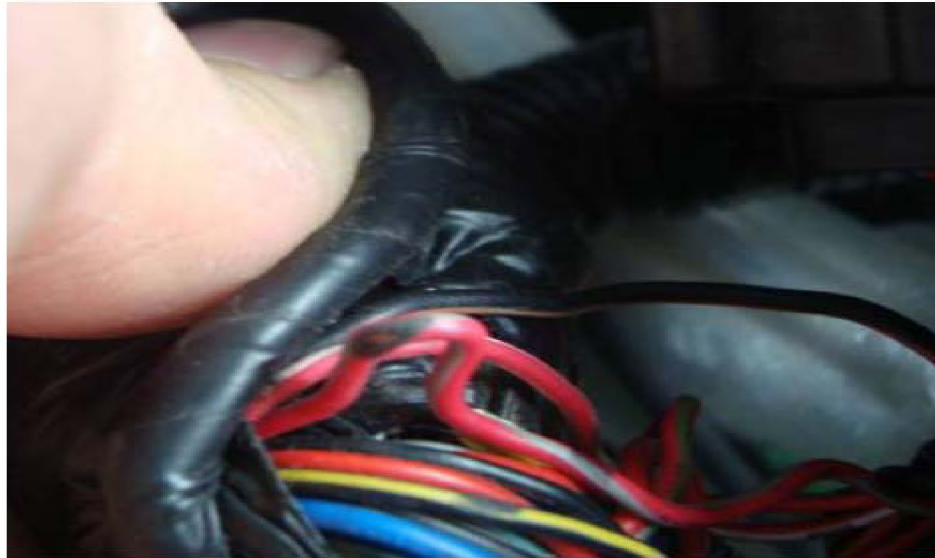

图 1
- 6).对 4 缸喷油器的信号线束（红/灰色）仔细检查，发现在发电机调节支架处有磨损（如图 1），造成间歇短路故障，引起发动机故障灯亮；